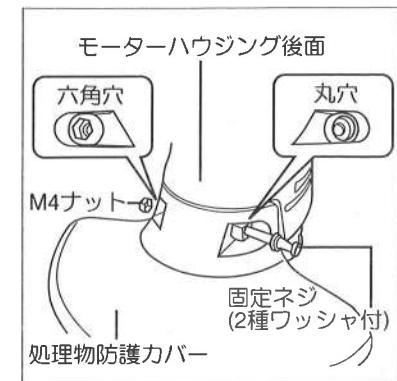

図3
■処理物防護カバーの取付け(図3参照)
- ①処理物防護カバーに組み込まれている固定ネジ(2種のワッシャ付)とナットを外してください。
- ②処理物防護カバーをモーターハウジング后面に合わせ、外したナットを防護カバー左側(モーターハウジング后面左側)の固定六角穴に差込みます。
- ③防護カバー右側の固定丸穴にM4ネジ(2種のワッシャ付)を差込み、左側のナットが飛び出ないように注意して、締め付けてください。
- 団④ドライバー(市販品)で、確実に締め付けてください。